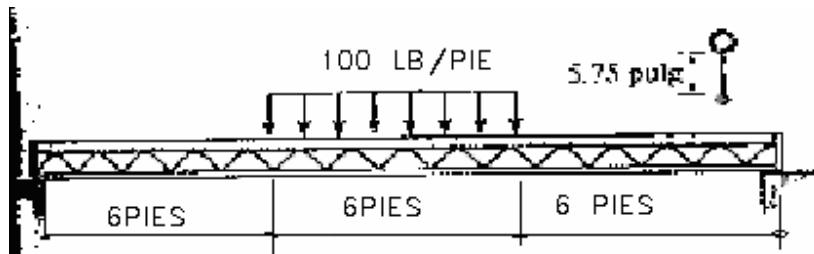

Figura 7.-
- 7.- La armadura simplemente apoyada de la figura 7 está sometida a la carga central distribuida. Desprecie el efecto de la celosía diagonal y determine el esfuerzo máximo absoluto de flexión en la armadura. El miembro superior es un tubo con un diámetro exterior de 1 pulg. y un espesor de 3/16 pulg; el miembro inferior es una barra sólida con diámetro de 1/2 pulg.